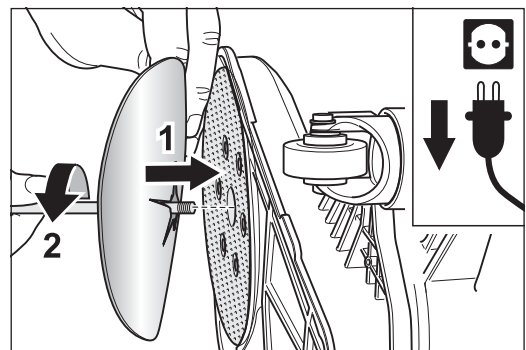

Abb. 18 Die neue Schleifscheibe auflegen (1) und festschrauben (2).
- 5 Legen Sie eine neue Schleifscheibe auf und stecken Sie die Schraube mit Papierspannscheibe in die Bohrung des Schleiftellers (Abb. 18, 1).
- 6 Drehen Sie die Schraube mit Hilfe des Universalschlüssels in den Schleifteller (Abb. 18, 2). Achten Sie darauf, dass die Schleifscheibe möglichst mittig auf dem Schleifteller befestigt wird.